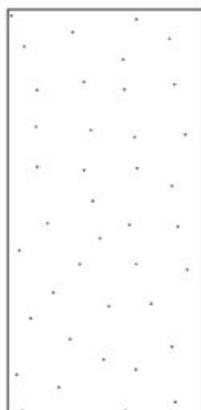

Рис.1
*Обычная ошибка состоит в попытке распределить точки подсветки равномерно (Рис. 1). «Небеса» выглядят гораздо более реалистично, если точки распределены случайным образом, в некоторых местах образуя скопления, а в других размещаясь более редко или отсутствуя совсем. Для достижения более реалистичного эффекта можно оставить зону от 200 до 300 мм (от 8 до 12 дюймов) по периметру свободной от точек, за исключением бассейнов, где дизайн предусматривает использование поперечных «бесконечных» зеркал.*